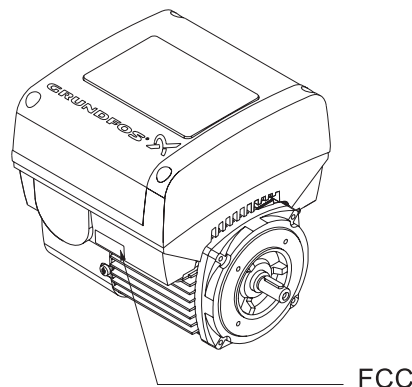

Рис. 20 Маркировка FCC
10. Если модуль CIM поставляется с маркировкой FCC, закрепите её на клеммной коробке. См. рис. 20.